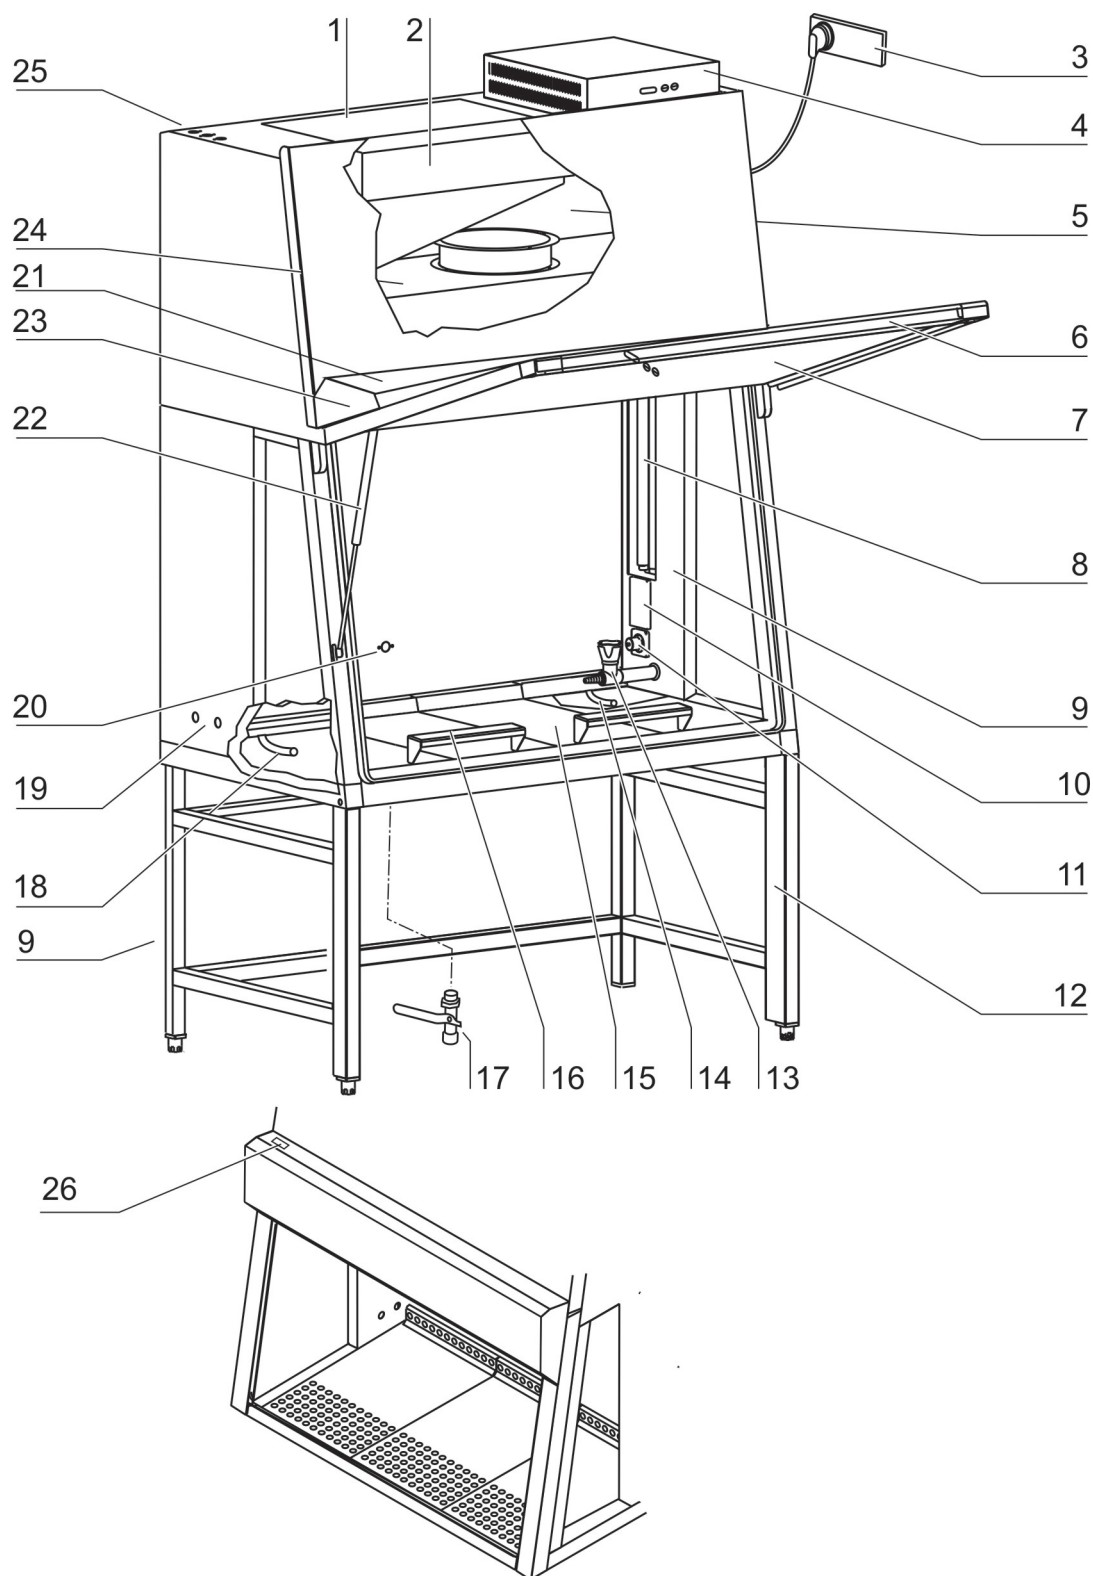

Fig. 3a
- **Fig. 3a:** Gruppo plenum [5] con plenum per la ventilazione dell'aria ricircolata [24] e plenum per la ventilazione dell'aria di scarico [2]. Sulla relativa ventilazione è montato il filtro per la circolazione dell'aria ed il filtro dell'aria di scarico. Emettere l'aria di scarico attraverso l'apertura [1] nell'ambiente dell'apparecchio.